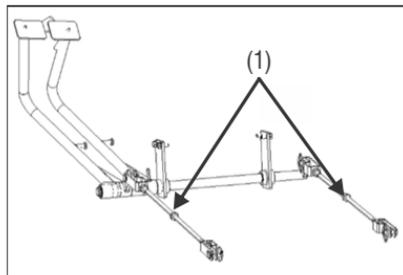

Fig.5.53
4. Svitare il dado di ritegno (1) (Fig.5.53). Stringere lentamente il registro (1) (Fig.5.53) finché non è più possibile girare la ruota manualmente.
5. Effettuare un segno di riferimento sul dado di registro (Fig.5.53) e sul supporto, quindi allentare il dado di registro di 1 giro, cioè fino a quando la ruota può girare liberamente.
6. Bloccare ora il registro con il relativo controdado (1) (Fig. 5.53). Verificare che il pedale del freno abbia una corsa libera di 15-20mm ed eventualmente ripetere la regolazione.
7. Ripetere la stessa procedura per l'altro lato (Fig. 5.53).